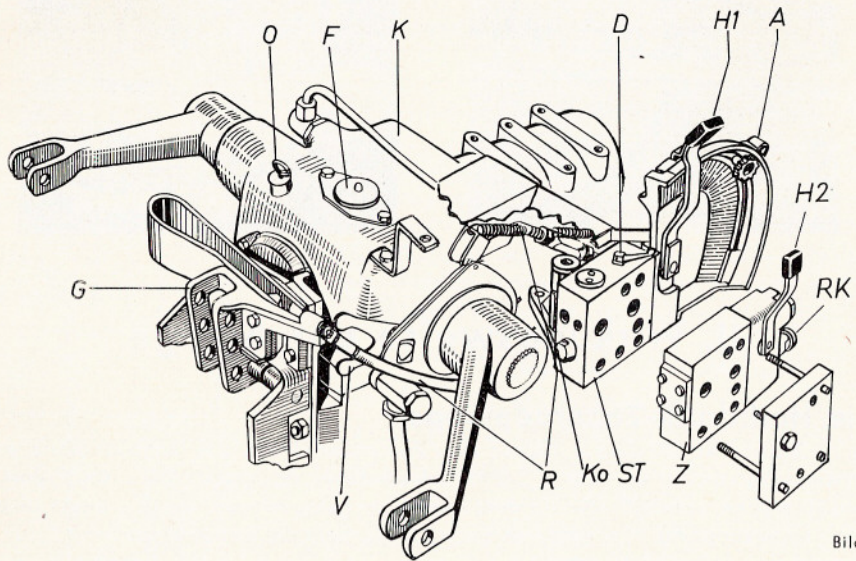

Bild 5
Der Kraftheberblock (s. Bild 5)
(siehe Bild 5)
Das Einfüllen des sauberen Hydrauliköls erfolgt am Entlüftungsfiter (F) (s. Bild 5).